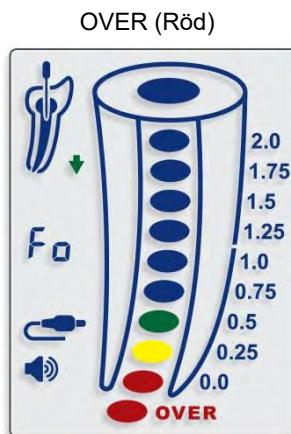

Bild 11
- ⚠ En röd markering, **OVER**, som åtföljs av återkommande ljudsignaler indikerar att filspetsen har trängt igenom foramen och nått periapikalt område – överinstrumentering av foramen (bild 11).